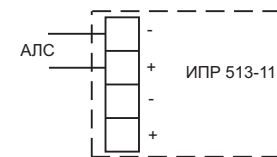

Рисунок 4 – Схема подключения извещателя
6.11 Подсоединить провода АЛС к клеммным соединителям (положительный провод АЛС – к клеммным соединителям с маркировкой “+”, отрицательный – к клеммным соединителям с маркировкой “-”). Маркировка клеммных соединителей нанесена на плате (см. рисунок 4).